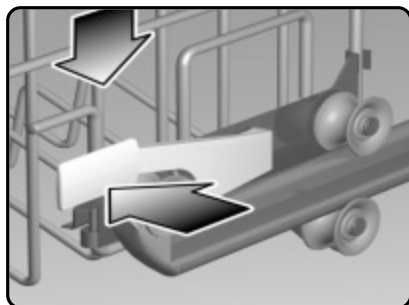

Figure 11/illus. 11
- 2) Press the RackMatic™ handles inward, as shown in Figure 11, and let the rack drop gently while supporting it with your hands.
- 2) Presser les poignées RackMatic™ vers l'intérieur, figure 11, et laisser le panier tomber délicatement tout en le supportant avec les mains.
- 2) Oprima las manillas del RackMatic™ hacia adentro tal como muestra la Ilustración 11 y permita que el estante se caiga delicadamente mientras lo sostenga con las manos.